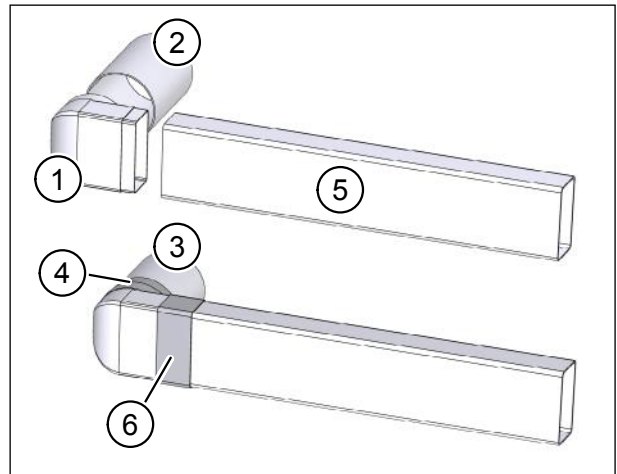

Abb. 22: Luftkanäle zusammensetzen und mit Butylband fixieren
- ▶ Stecken Sie jeweils ein Übergangsstück 90° (Pos. 1 in Abb. 22) auf das Außenluftrohr (Pos. 2 in Abb. 22) und das Fortluftrohr (Pos. 3 in Abb. 22).
- ▶ Fixieren Sie Verbindungsstellen mit Butylband (Pos. 4 in Abb. 22).
- ▶ Stecken Sie jeweils einen Flachkanal (Pos. 5 in Abb. 22) in beide Übergangsstücke 90°.
- ▶ Fixieren Sie Verbindungsstellen mit Butylband (Pos. 6 in Abb. 22).